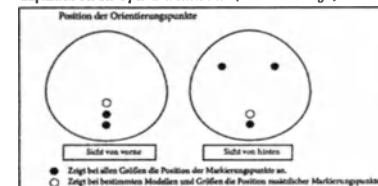

ABBILDUNG 1
- Die anatomisch geformten Natrelle® Einzelkammer-Brustimplantate mit Gelfüllung weisen Orientierungspunkte auf, die das korrekte Einsetzen des Implantats bei der Operation erleichtern (siehe Abbildung 1).